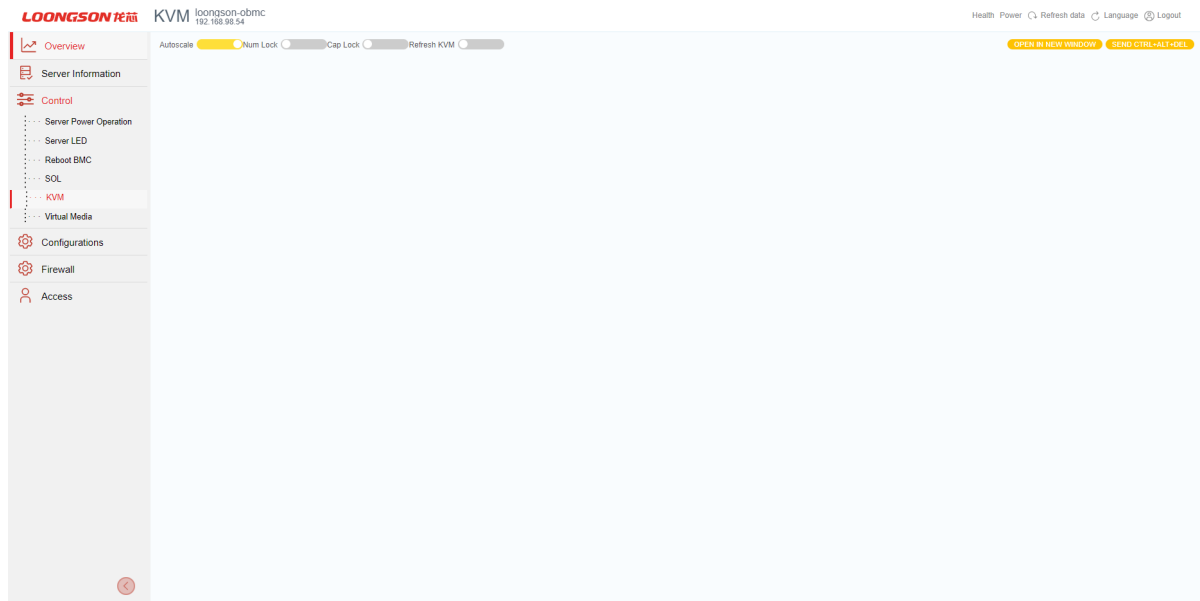

Рис. 78. Окно «KVM»
- 6) Пройдите во вкладку «Control» → «KVM» в данной вкладке осуществляется удаленное управление BIOS. Окно показано на рис. 78 Окно «KVM»